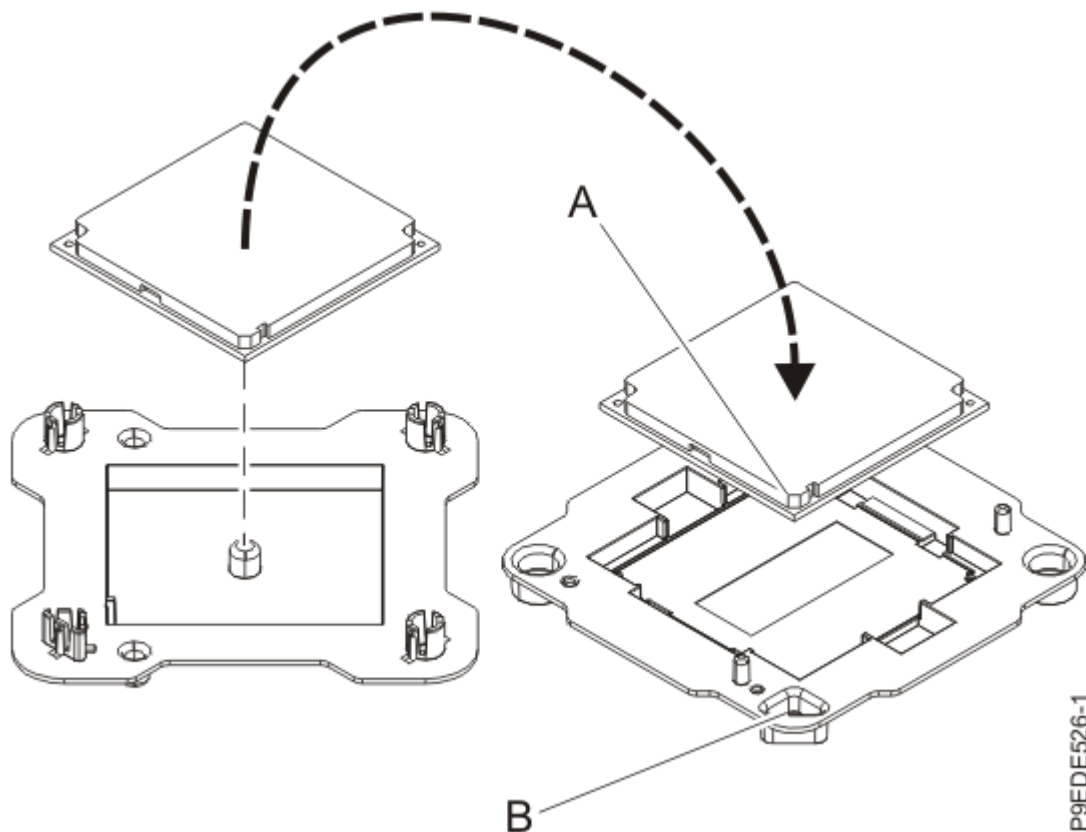

Abbildung 26. Systemprozessormodul in der Verpackung platzieren
9. Greifen Sie das von Ihnen ausgetauschte Systemprozessormodul vorsichtig an den Kanten und heben Sie es aus der Verpackung. Richten Sie die abgeschrägte Ecke des Moduls **(A)** an der Ecke der Verpackung aus, die ein Dreieck aufweist **(B)**, und platzieren Sie das Modul in der Verpackung, siehe Abbildung 26 auf Seite 29. Schließen Sie die Verpackung.